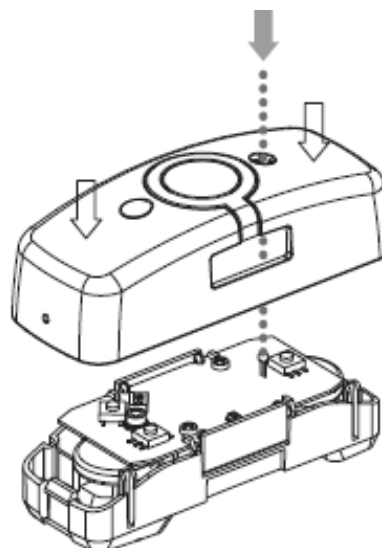

Abb. 10
3. Bringen Sie die Abdeckung wieder auf der Sensoreinheit an, indem Sie beide Seiten gleichzeitig auflegen. **Vergewissern Sie sich, dass der schwarze runde Sensor genau in der Öffnung der Abdeckung sitzt** (siehe Abb. 10).